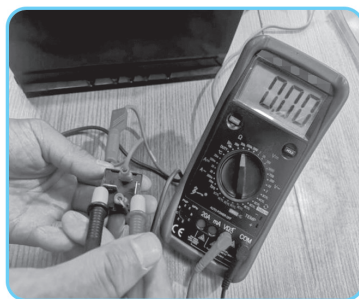

图 1-1-43 测量方法及结果
②用万用表的最小电阻挡 $200\ \Omega$ 挡检测。用红表笔连接继电器的 30 端子,用黑表笔连接继电器的 87 端子,电阻值应接近于 0,如图 1-1-43 所示。